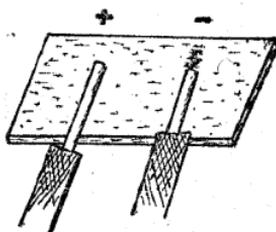

Figure 65
**Polarité du courant.** — On se trouve souvent dans l'embarras lorsqu'il s'agit de trouver les polarités d'un courant. Nous avons choisi trois moyens les plus simples et à la portée de tous. Prenez du papier cherche pôle mouillez-le, la salive est plus efficace puisqu'elle est acidulée et placez les deux fils sur le papier à un centimètre d'intervalle, celui qui laissera une trace rouge sera le négatif (Fig. 65).